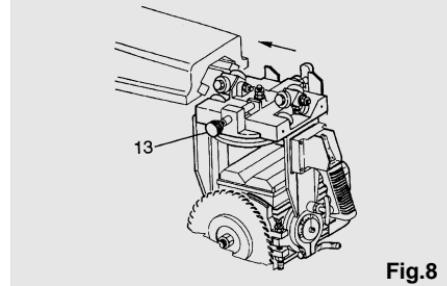

Fig.8
- Insérer le pommeau de blocage (13) dans son logement comme dans la figure 8.
- Insérer dans les glissières le groupe Chariot-Fourche-Moteur en tâchant d'éviter tout coup ou secousse susceptible de compromettre le réglage des roulements (voir figure 8). Le groupe a été testé par notre Bureau de Contrôle Qualité.